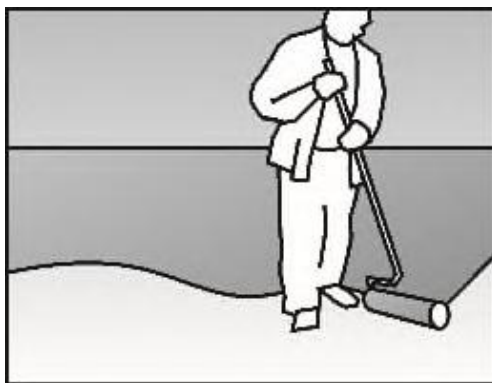

Figure 2
- Primaire appliqué au rouleau, sur la surface dépoussiérée, consommation $\sim 0,3 \text{ l/m}^2$ (figure 2).